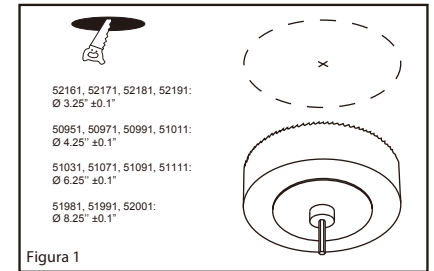

Figura 1
1. Utilice la plantilla de tamaño de agujero incluida en la caja para perforar un agujero en el techo. Prepare los cables de suministro. Quitale las primeras 6 pulgadas de aislamiento de el cable de alimentación eléctrica (15 cm) y los alambres 5/8" (1,6 cm). (Figura 1)